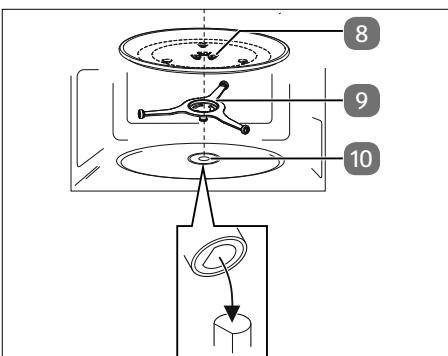

Fig. 5 – Inserimento del piatto girevole in vetro
- ▶ Posizionare quindi il piatto girevole in vetro al centro dell'albero di trasmissione (**vedere Fig. 5**) in modo che le nervature del piatto girevole in vetro vengano a trovarsi sopra le rientranze della stella girevole.